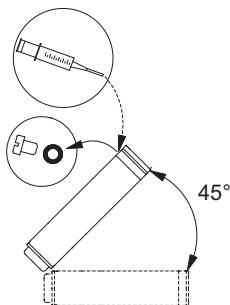

Fig. 4 Placering af motoren under påfyldning - MS 6000
- Hvis motoren er leveret fra lager, skal væskestanden kontrolleres inden motoren installeres. Se fig. 4.
- Ved service skal væskestanden kontrolleres. Se fig. 4.
1. Placér dykmotoren som vist i fig. 4. Påfyldningsskruen skal være det øverste punkt på motoren.
3. Sprøjt væske ind i motoren med fyldesprøjten (fig. 4) indtil væsken løber ud af påfyldningsskullet.